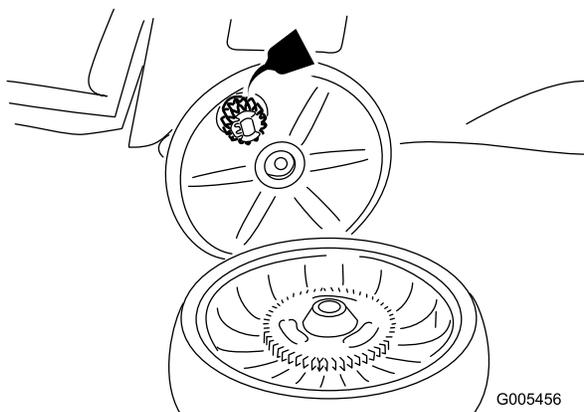

Figura 29
- Applicate dell'olio lubrificante agli ingranaggi come illustrato in Figura 29.